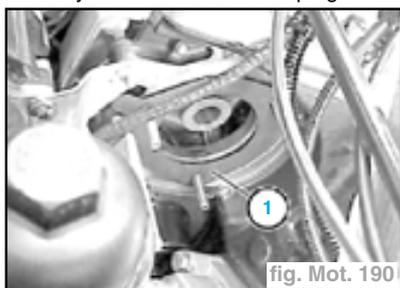

fig. Mot. 190
- Remplacer le joint (1) et faire attention à sa position (fig. Mot. 190).